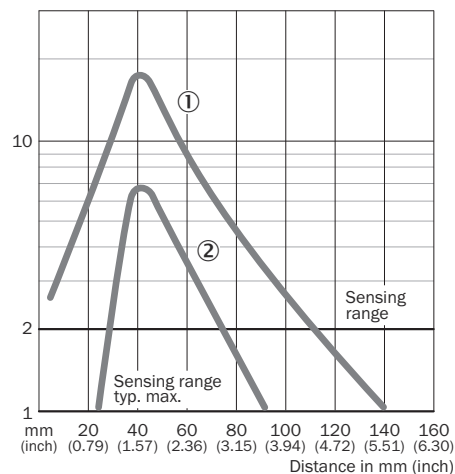

Figura 3: VTF180-2, diseño axial
Comprobar las condiciones de aplicación: comparar la distancia entre el sensor y el fondo, la altura mínima del objeto y la reflectividad del fondo y del objeto con el diagrama correspondiente (véase figura 3, página 44) (x = distancia de conmutación, y = altura mínima del objeto. Reflectividad: 18 % = gris ②, 90 % = blanco ① (basado en el blanco estándar según DIN 5033).